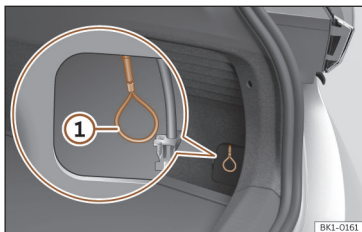

Abb. 62 Hinter der Abdeckung: Notentriegelung des Ladesteckers.
- Ziehen Sie an der Lasche für manuelle Notentriegelung >>> (Abb. 62) ①. Der Ladestecker kann entfernt werden >>> ⚠.